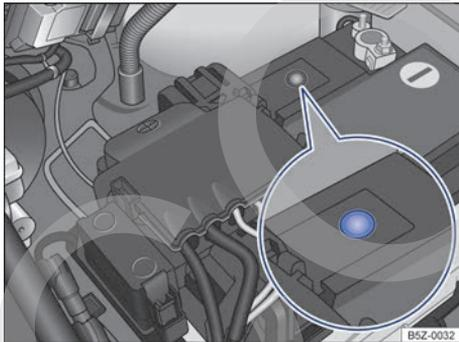

Fig. 143 En el compartimento del motor: ejemplo de posición del visor en lado superior de la batería del vehículo.
- El visor redondo → fig. 143 en la parte superior de la batería del vehículo cambia de color dependiendo del nivel del electrolito.